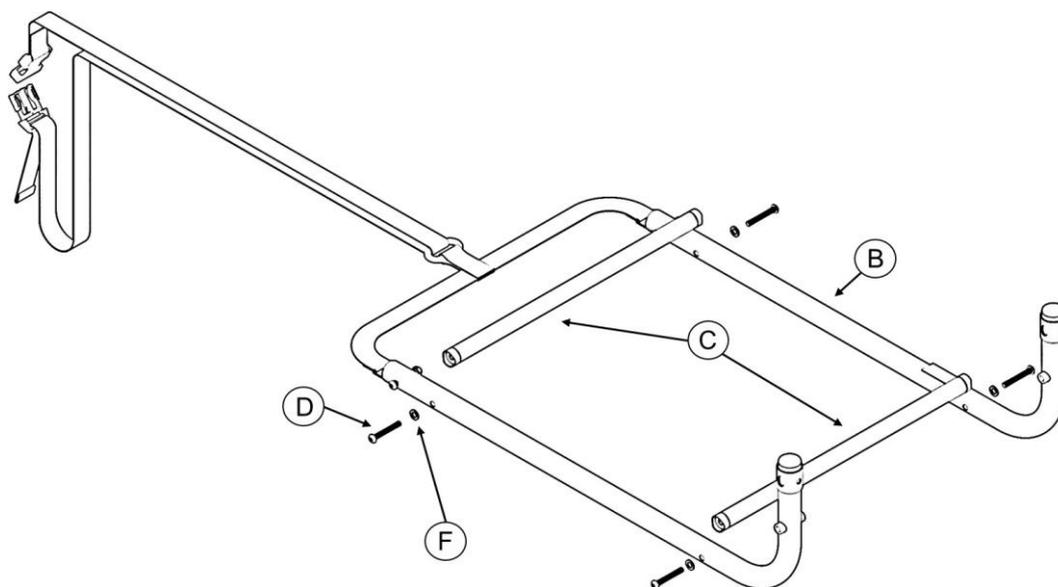

Figura 2
4.1 Con la herramienta suministrada (J), fije C a D y F a B como se muestra en la figura 2.